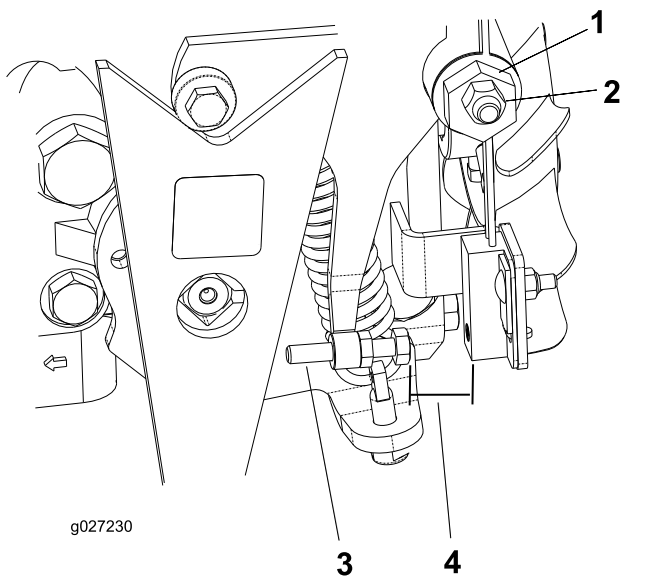

图34
4. 拧松牵引调节凸轮上的锁紧螺母图34。
- 启动发动机并朝两个方向旋转凸轮六角螺栓图34以确定中档范围的中点。
- 调节螺丝直至气隙为 0.82.3mm 请参阅图34。